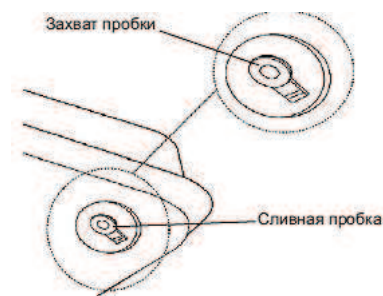

рис. 14
- чтобы извлечь сливную пробку, потяните вниз захват пробки и извлеките уплотнительную головку из сливного отверстия в баке (рис. 14);